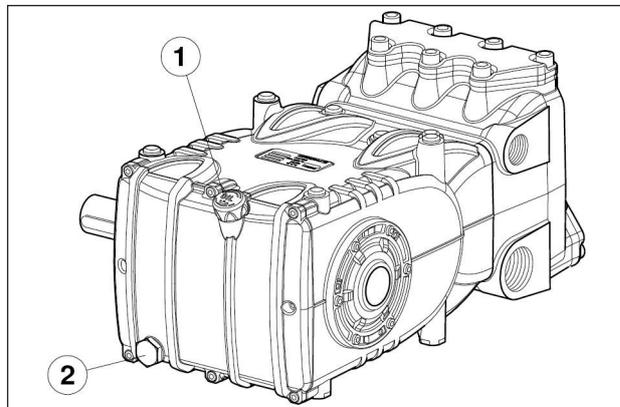

Fig. 3
Verifique o nível de óleo, e se necessário, reabasteça através da haste do nível do óleo pos. ①, Fig. 3.
O controle correto do nível do óleo é realizado com a bomba em temperatura ambiente, a troca do óleo é executada com bomba em temperatura de trabalho, removendo: a haste do nível do óleo pos. ① e, em seguida, o tampão pos. ②, Fig. 3.
Use uma sonda de temperatura para introduzir no interior do dreno do óleo, pos. (2) fig.3. Veja manual de "PROTEÇÃO CONTRA EXPLOSÃO ATEX".